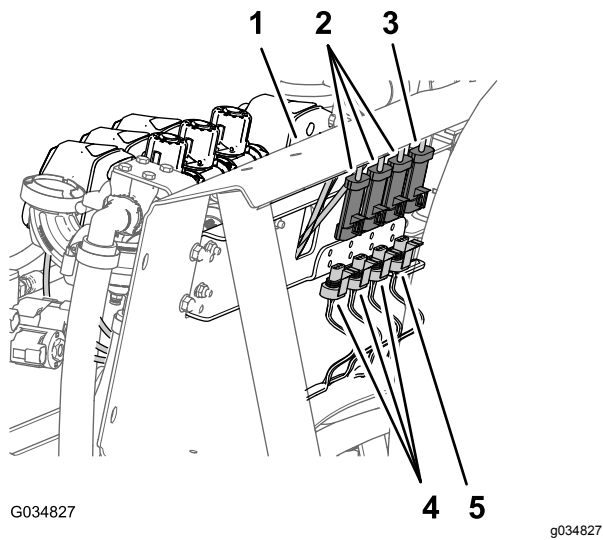

图 23
2. 在歧管安装架后面将 3 插槽接头从搅拌阀中断开将 3 插槽接头从 3 个喷洒臂段阀中断开图 23。